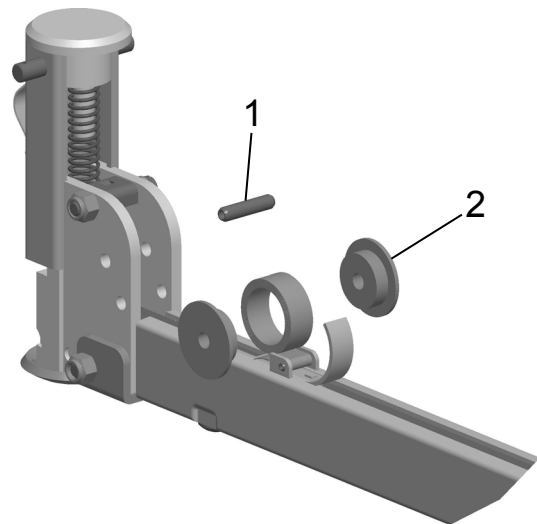

Fig. 17
2. Retirer la goupille de serrage (Fig. 17/1) avec un poinçon de Ø 4,9 mm.